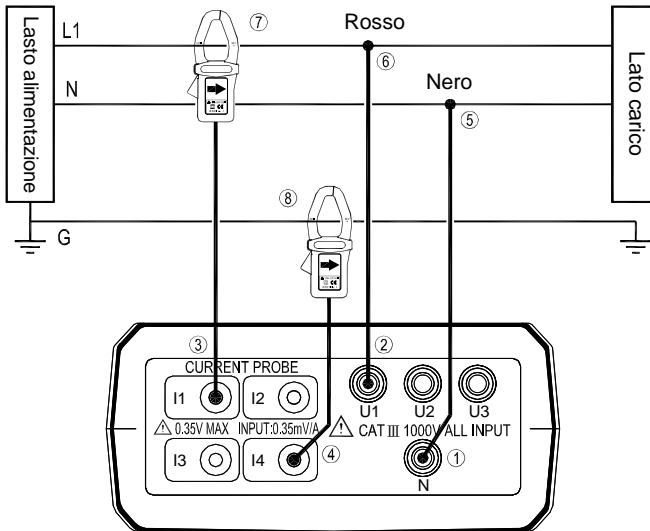

Figura 5. 1P2W Diagramma di collegamento dei cavi
- ① Collegare i cavi di controllo di tensione neri al terminare “N”.
- ② Collegare il cavo di controllo di tensione rosso al morsetto “U1”.
- ③ Collegare la sonda di corrente I1 alla presa “I1”.
- ④ Per misurare difetti di messa a terra di corrente, collegare la sonda I4 alla presa “I4”.
4. Collegare i cavi di controllo di tensione e le sonde di corrente alla strumentazione elettrica che deve essere analizzata, così come mostrato nella figura 5. Diagramma di connessione dei cavi 1P2W .
- ⑤ Collegare il morsetto alligatore nero di controllo di tensione alla linea neutrale “N”.
- ⑥ Collegare il morsetto alligatore rosso di controllo di tensione alla fase “L1”.
- ⑦ Collegare la sonda di corrente I1 alla fase “L1”.
- ⑧ Per misurare difetti di messa a terra di corrente, collegare la sonda di corrente I4 alla linea di messa a terra “G”.
5. Misurazione di frequenza (Hz), angolo di fase(Θ), difetto di messa a terra di corrente (I4) e fattore potenza (PF) :
- ① Premere il tasto “**PF Θ** ” per scorrere i valori misurati di PF e Θ .
- ② Premere il tasto “**Hz I4**” per scorrere i valori di Hz e I4 misurati.